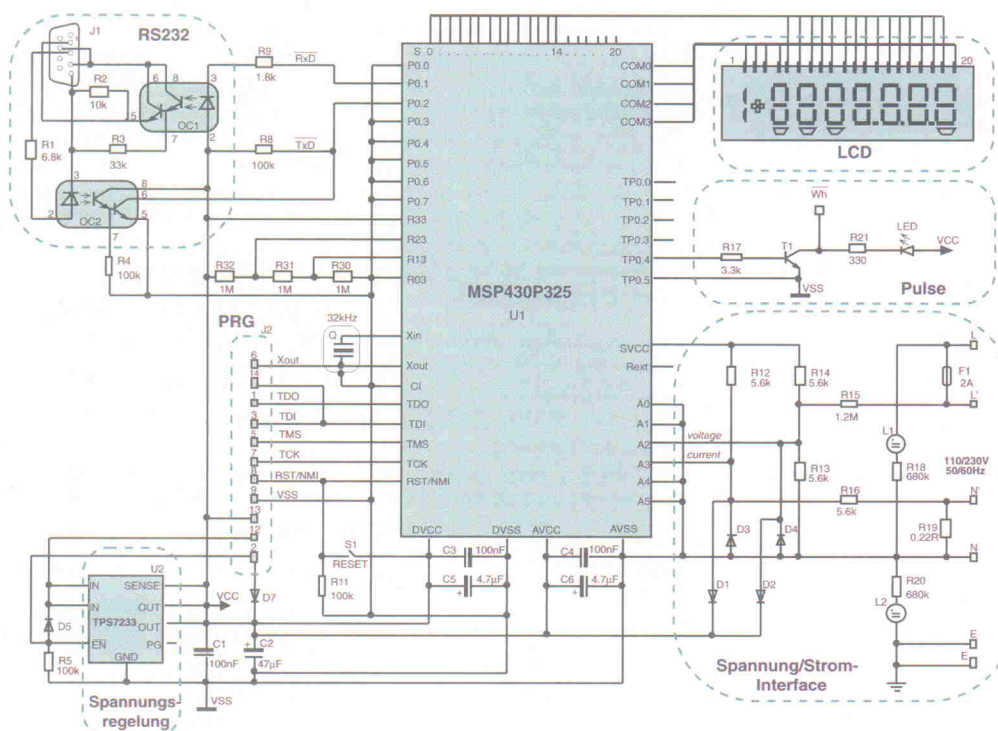

Bild 3. Gesamtaufbau – der 'kWh-Zähler' als Schaltung mit entkoppelter PC-Schnittstelle.
derstands R15 sind der Minimal- und Maximalwert der Sinusspannung sowie die Differenz zwischen der Analogmasse AVSS und der Spannung SVCC zu berücksichtigen (vgl. Kasten und Bild 3).
Kommunikation Platz (vgl. Schaltplan, Bild 3). Die Lampe L1 in der Schaltung signalisiert übrigens eine angeschlossene Netzspannung. L2 dient hingegen zur Warnung, wenn auf dem Anschluß für den Neutral-leiter (N) versehentlich die Phase angeschlossen ist.